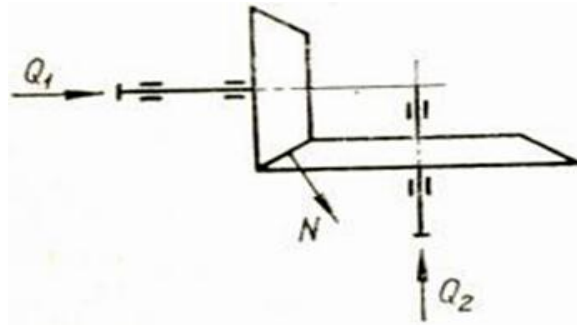

Рисунок 2.
23. В основу расчета фрикционных передач с линейным контактом (рис. 2) положена формула: